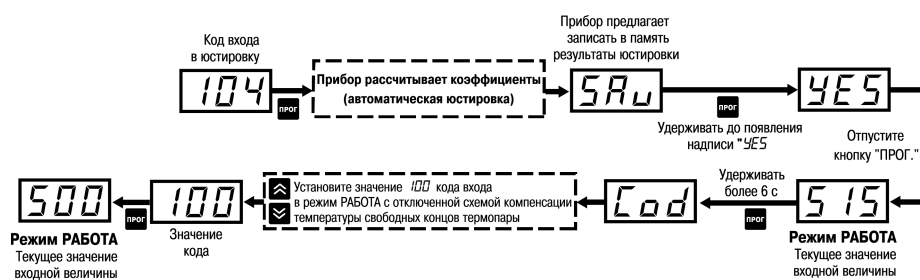

Рисунок 8.6 – Схема юстировки прибора с ТП
4. Не менее чем через 15 – 20 сек после включения питания произвести юстировку прибора (см. рисунок 8.6).
После выполнения действий, указанных на рисунок 8.6, прибор переходит к работе с отключенной схемой компенсации температуры свободных концов (холодного спая) термопары. Вход в этот режим производится по коду доступа